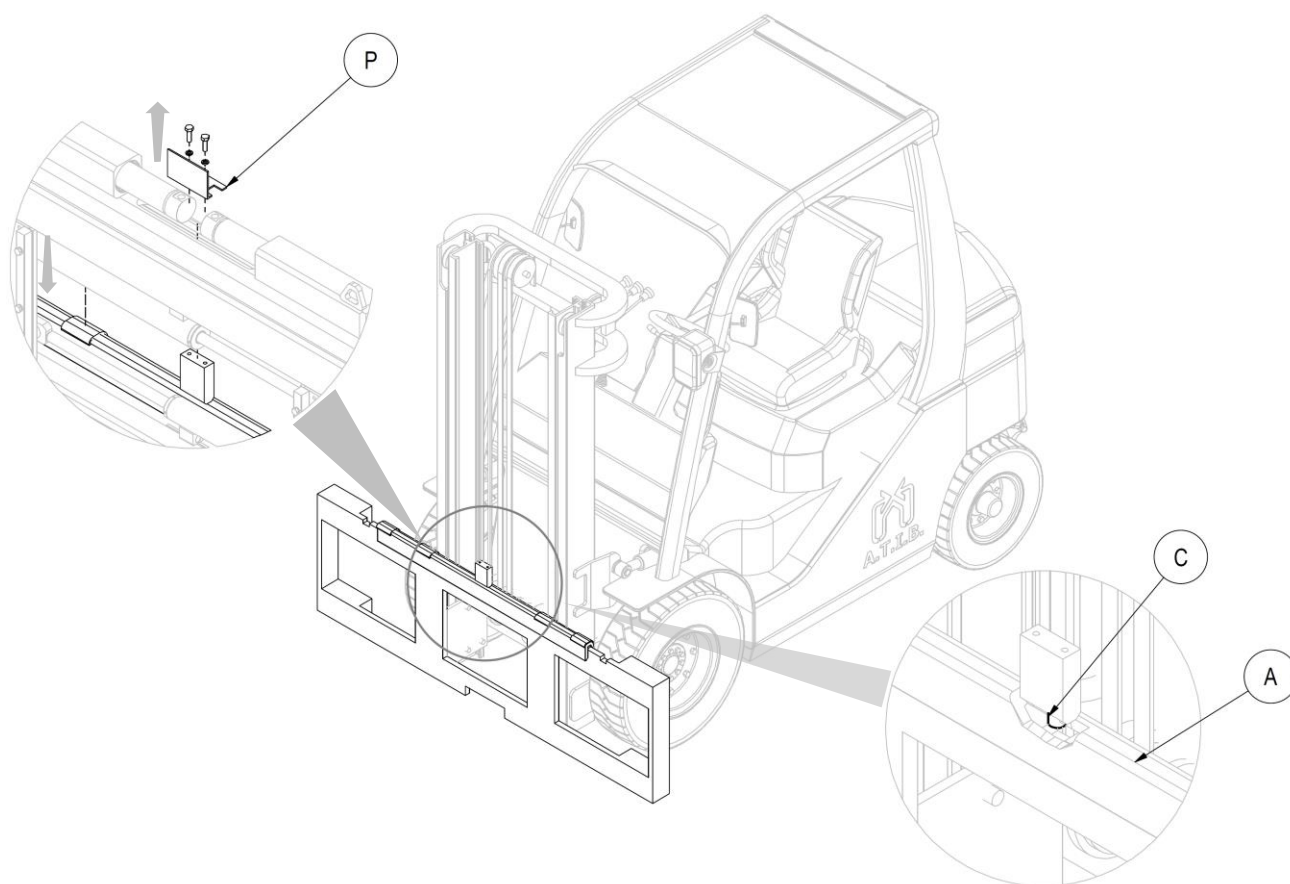

Figure 5
4. Après avoir retiré le « pli de protection » (P) avec les vis correspondantes, saisir manuellement le double crochet A (avec les douilles coulissantes correspondantes) et le positionner sur le profil supérieur du tablier porte-fourches en prenant soin d'insérer la goupille de centrage C dans l'encoche centrale de celle-ci (voir Figure 5).